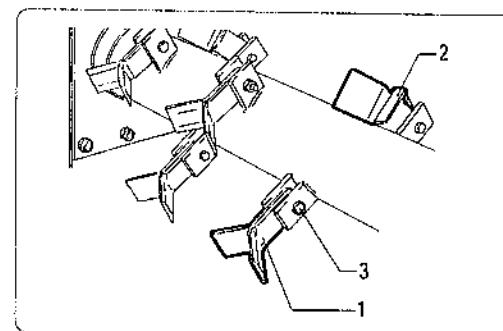

fig. 7.9.1
7.9 - Controllo e sostituzione dei coltelli o delle mazze (fig. 7.9.1)
Se occorre sostituire uno o più coltelli o mazze rotte, ad esempio il coltello numero "1" di fig. 7.9.1, sostituire anche il coltello o la mazza diametralmente opposto, cioè la numero "2" per evitare squilibrazioni del rotore.
7.9 - Checking and replacing the knives or hammers (fig. 7.9.1)